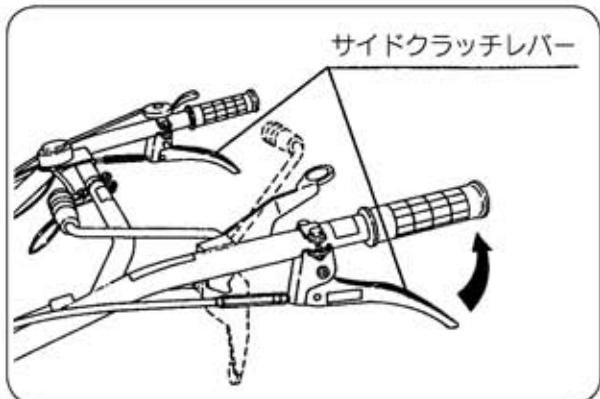

図24
- ①レバーを握るとサイドクラッチが切れ、放すとクラッチが入ります。 (図24)